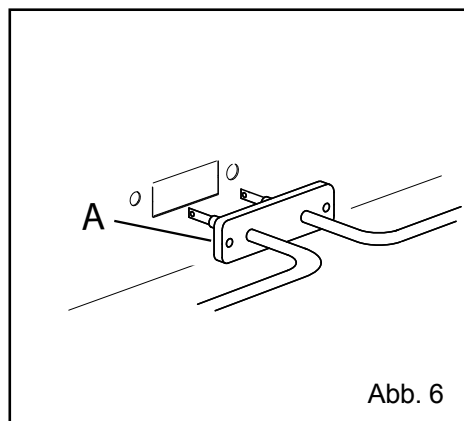

Abb. 6
- Befestigungsschrauben (z.B. Abb. 6/A) lösen und die elektrischen Anschlüsse trennen